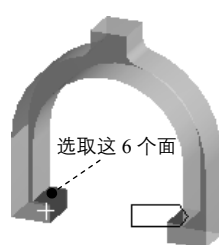

图 7.6.18 定义目标面
(2) 定义目标面。单击以激活 **Target** 后的文本框，选取图 7.6.18 所示的模型表面为目标面（6 个面），单击 **Apply** 按钮。